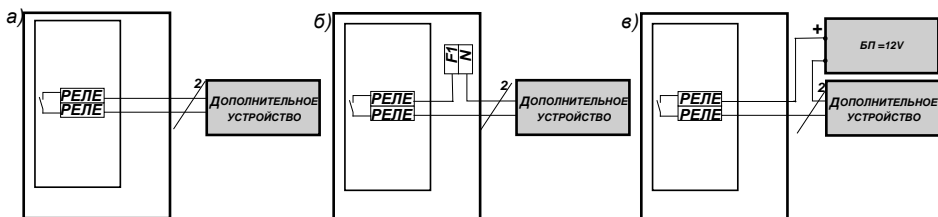

Рис.2
**2.2.6** Подключить светозвуковой оповещатель к клеммам «РЕЛЕ» на плате «081», соблюдая полярность при подключении. Варианты подключения вспомогательных устройств смотри на Рис.2.
**2.2.14** Завести провода и подключить дополнительное устройство (светозвуковой оповещатель) к выходу «РЕЛЕ» соответственно «СИГНАЛ-2». Варианты подключения дополнительных устройств к релейным выходам пультов «СИГНАЛ-1 - 2» приведены на рис. 2